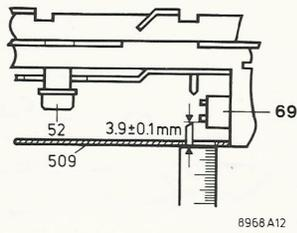

Fig. 2
- Check height of the head according to Fig. 2. Vertical adjustment of the head by means of nut 70a. If necessary, adapt the horizontal position of block 68. Secure the nut 70a with lacquer.
- Instelling van de kophoogte (Fig. 2)
- Vérifier la hauteur comme indiqué en Fig. 2. Régler la position verticale par l'écrou 70a et plier le bloc 68 à la verticale, si besoin en est laquer l'écrou 70a.